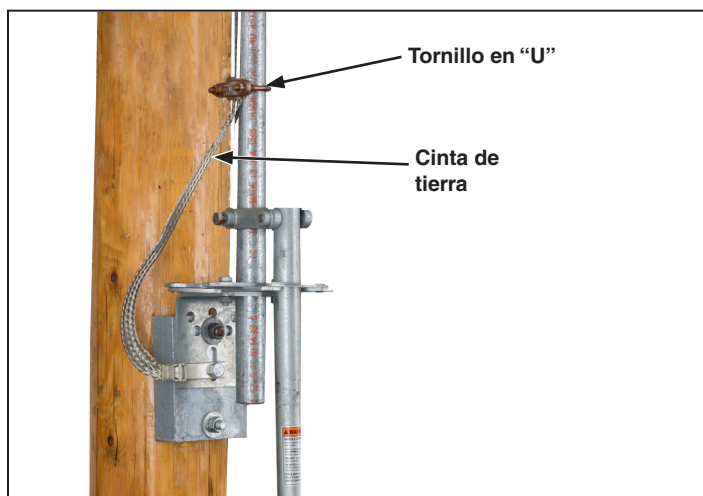

Figura 11. Colocación de la cinta de tierra.
**PASO 15.** Fije el extremo suelto de la cinta de tierra a la sección más baja del tubo a unas cuantas pulgadas por encima del conjunto de la palanca de operación (o del interbloqueo de llave) con el conector de tornillo en “U” proporcionado para este fin. Vea la Figura 11.